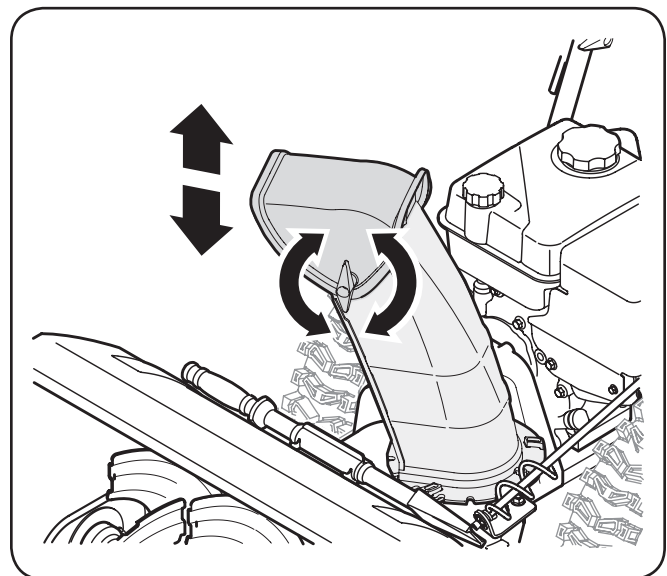

Figura 3-17
2. Girar el canal inclinado hacia arriba o hacia abajo antes de volver a apretar la perilla del ala. Vea la Figura 3-17.